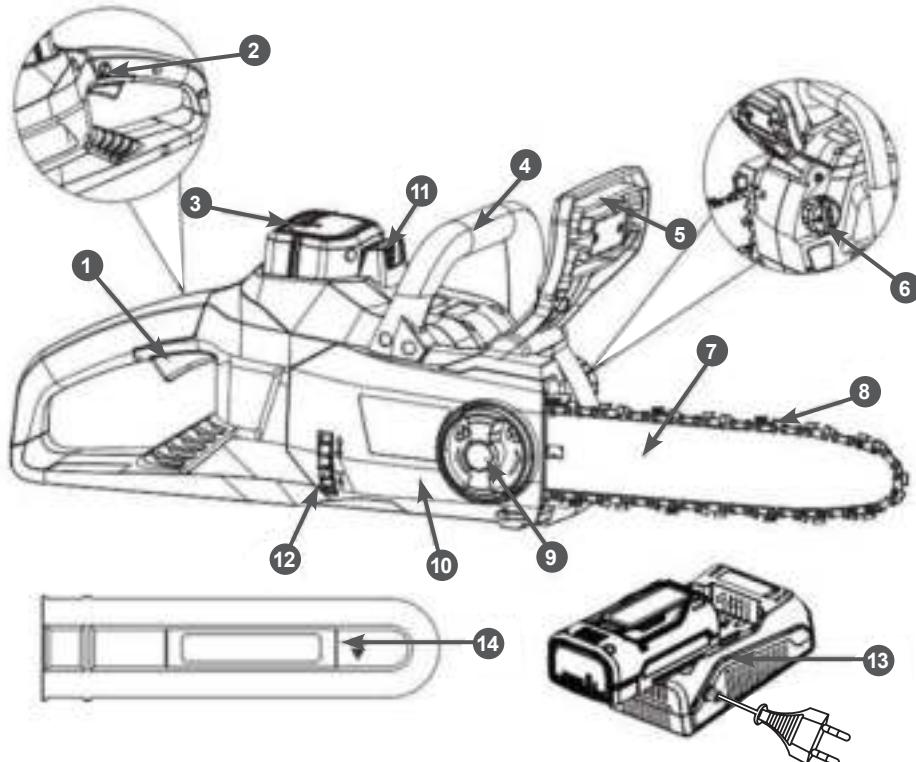
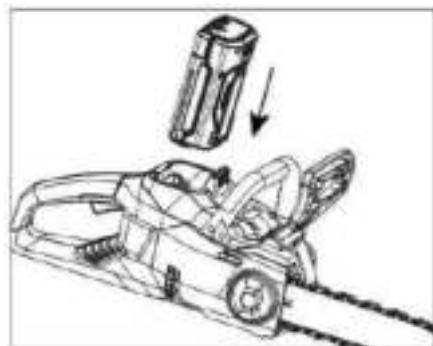

Рис. 1. Основные узлы и органы управления
Рис. 6. Установка аккумулятора
Основные узлы и органы управления показаны на Рис. 1
- Перед установкой шины и цепи убедитесь в том, что тормоз цепи отключен. Для этого ручку тормоза 5 (Рис. 1) потяните к передней рукоятке до щелчка.
- Открутите гайку 9 крепления шины (Рис. 1) против часовой стрелки и снимите крышку с корпуса пилы.
Вставьте аккумулятор в аккумуляторный отсек пилы, пока не услышите щелчок (Рис. 6). Убедитесь, что аккумулятор полностью вставлен и зафиксирован. Чтобы извлечь аккумулятор, нажмите кнопку разблокировки 11 (Рис. 1) и выньте аккумулятор.